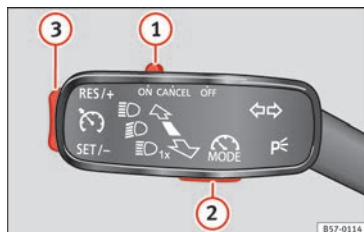

Fig. 173 À esquerda da coluna de direção: comando e teclas para utilizar o limitador de velocidade.
Se desejar desativar temporariamente o limitador de velocidade, por ex., para fazer uma ultrapassagem, coloque o comando » **Fig. 173** ① da alavanca dos intermitentes na posição **CANCEL** ou coloque a terceira alavanca no ponto de pressão **CANCEL** ou pressione a tecla ② de qualquer alavanca.